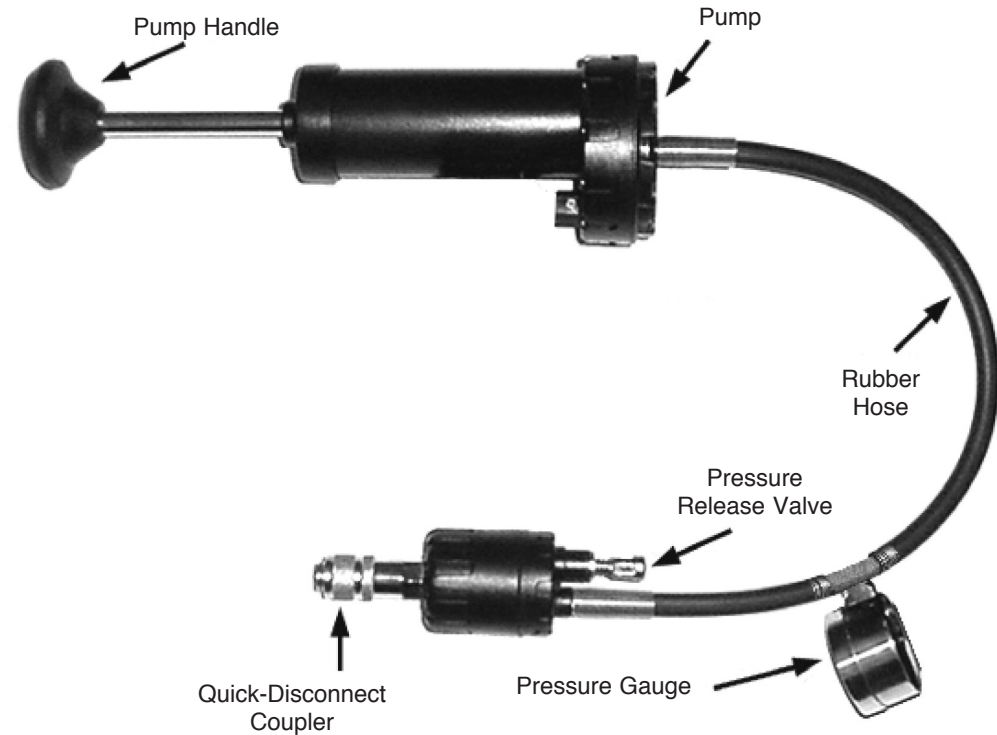

Figure 13
- Clean the pressure cap gasket and ensure it is in good condition. Determine which cap adapter is correct for the cap to be tested. On new caps, wet the rubber gasket with water. Install the cap to the adapter. See Figure 13.
2. Nettoyer le joint du bouchon de radiateur et vérifier qu'il est en bon état. Déterminer quel est l'adaptateur de bouchon à utiliser pour le bouchon testé. Sur les nouveaux bouchons, humidifier le joint avec de l'eau. Installer le bouchon sur l'adaptateur. Voir Figure 13.